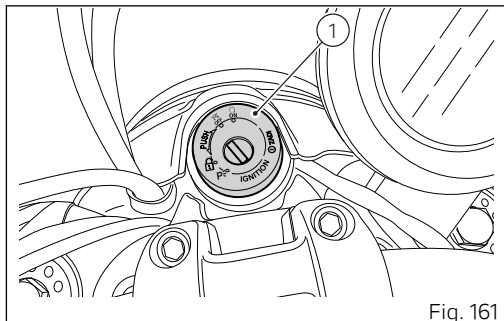

Fig. 161
Colocar el interruptor de arranque en posición (1, Fig. 161). Controlar que el testigo verde N (A) y el rojo  (B) ubicados en el salpicadero se encuentren encendidos.